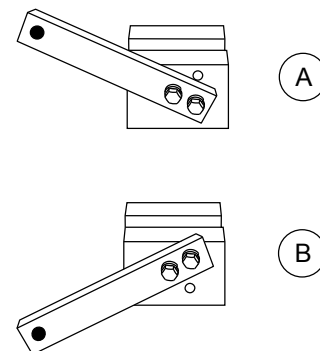

Abbildung 38. Einstellung des Glättarms
2. Stellen Sie sicher, dass der Befestigungsarm für die Drehung Ihres Glättarms wie in Abbildung 38 richtig eingestellt ist (oben oder unten).
Arme mit Trennscheibendrehung **im Uhrzeigersinn** verwenden den Befestigungsarm in der Position **NACH OBEN** (A in Abb.). Arme mit Trennscheibendrehung **gegen den Uhrzeigersinn** verwenden den Befestigungsarm in der Position **NACH UNTEN**. (B in Abbildung 38)